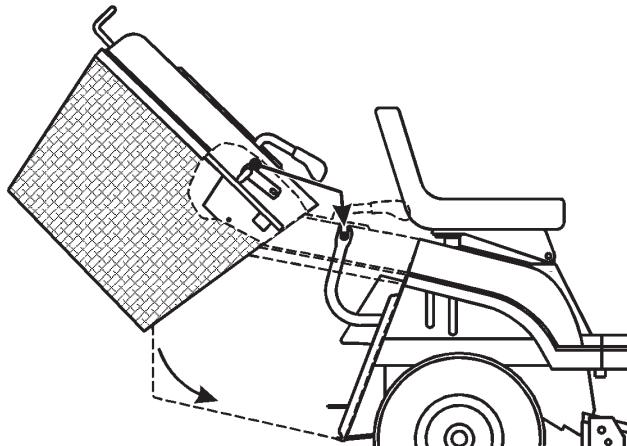

Bild 45
1. Kippen Sie den Graskollektor mit beiden Händen nach vorne (Bild 45).
2. Kippen Sie den Kollektor um ungefähr 40 Grad nach vorne. Schieben Sie ihn dann auf die Stützschienen hinten am Traktor (Bild 45). Achten Sie darauf, dass der Pfeil oben am Graskollektor mit dem Pfeil am Traktor ausgerichtet ist.